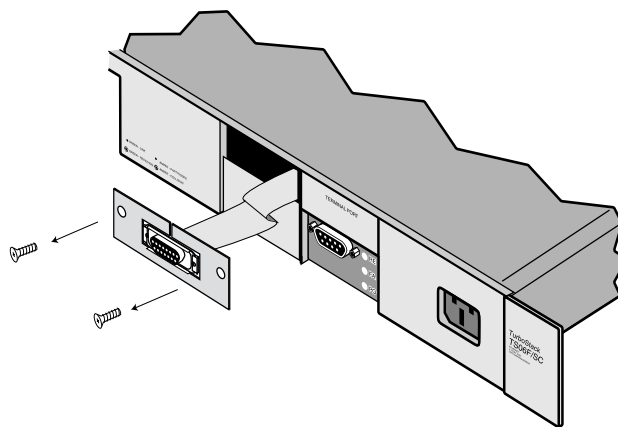

図 4.6 コネクタプレートのネジの取り外し
2. 図 4.6 に示すように、コネクタプレートの左右にある 2 つの皿ネジを取り外します。
3. 2つの皿ネジで、AUIのバックボーンポートを本体の前面プレートに固定します(図4.6を参照)。